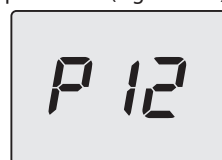

Figura 5.52
- Scorrere i vari parametri utilizzando i tasti 17 (indietro) o 19 (avanti) fino a far apparire sul display LCD le lettere **P 12** che si alternano con il valore del parametro (Figura 5.52).